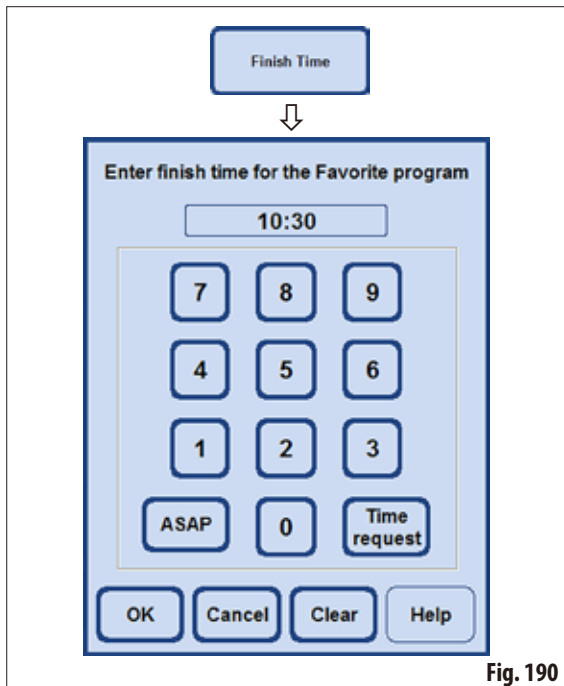

Fig. 190
- Pressione o botão **FINISH TIME** para chamar a janela e programar a hora de término (Fig. 190).